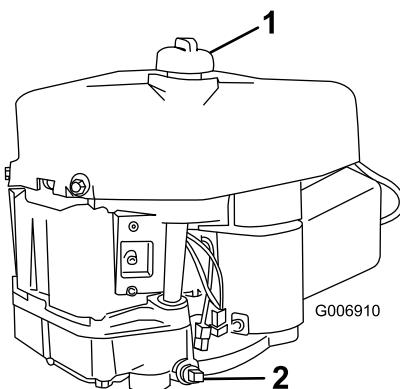

Figura 19
6. Limpie alrededor de la varilla de nivel de aceite (Figura 19) para impedir que caiga suciedad por el orificio de llenado y cause daños en el motor.
7. Coloque un recipiente debajo del tapón de vaciado del aceite y retire éste (Figura 19).
10. Vierta lentamente aproximadamente el 80% de la cantidad especificada de aceite por el orificio de llenado (Figura 19). Compruebe el nivel de aceite; consulte 4 y 5 de Verificación del nivel de aceite.
- Vierta lentamente aproximadamente el 80% de la cantidad especificada de aceite por el orificio de llenado (Figura 19). Compruebe el nivel de aceite; consulte 7 y 8 de Verificación del nivel de aceite.